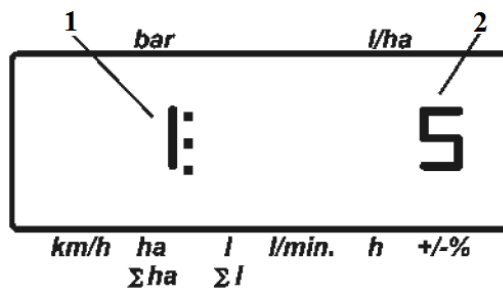

Рисунок 4.9 –
1. Нажать клавишу  – рисунок 4.9.